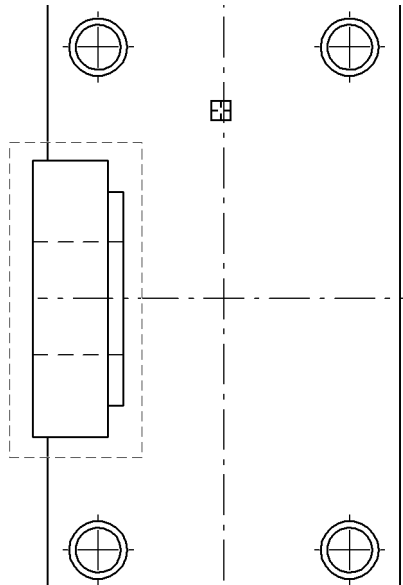

Рис. 51.89.
1. Выделите рамкой построенную группу объектов, как это показано на рис. 51.89.